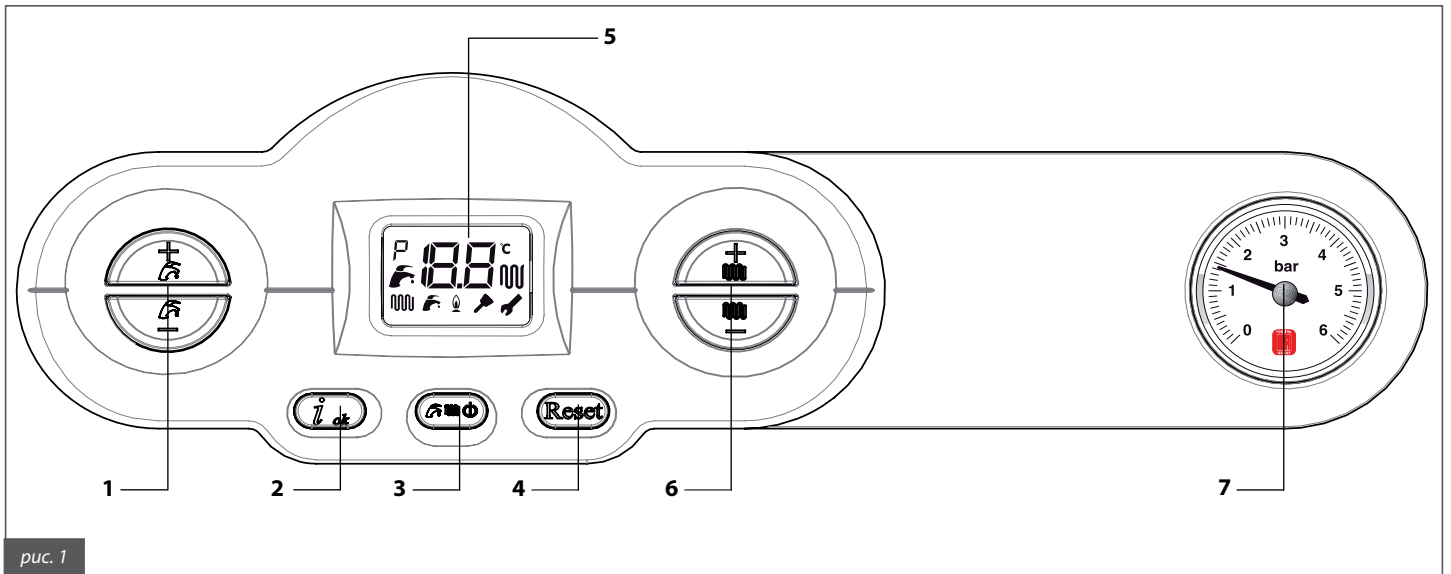

рис. 1
- Выбрать режим работы котла с помощью кнопки **3** (рис. 1);
- Задать желаемую температуру теплоносителя в контуре отопления с помощью кнопок **6** (рис. 1);
- Задать температуру ГВС с помощью кнопок **1** (рис. 1);
- убедившись в наличии топлива, перезапустить горелку нажатием кнопки **4 Перезапуск "Reset"** (рис. 1): если котел не включается и снова происходит блокировка, после второй попытки следует обратиться в сервисный центр или к квалифицированному специалисту для проведения технического обслуживания.